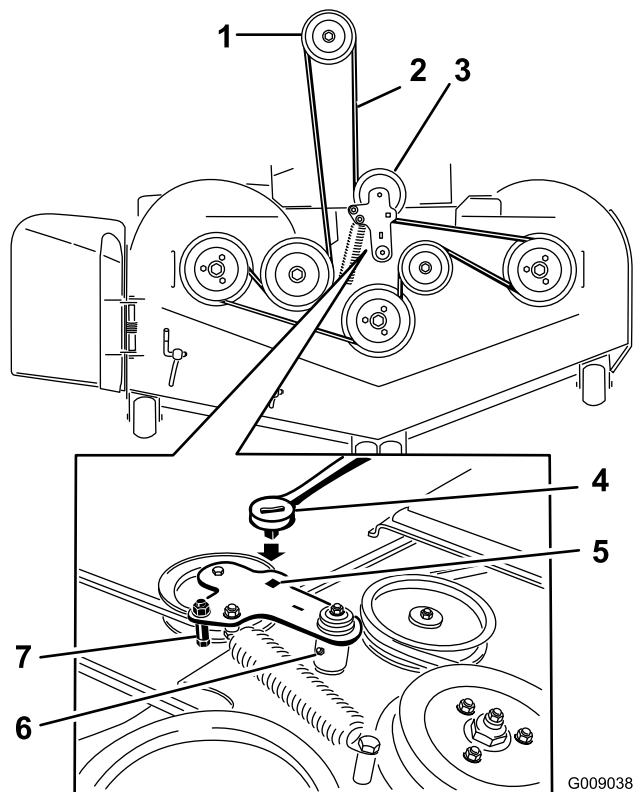

Figure 81
7. Insérez un rochet dans le trou carré du bras de tension pour détendre le ressort de la poulie de tension (Figure 81).
9. Enlevez le guide de courroie situé sur le bras de tension rappelé par ressort ; voir Figure 81.
- Acheminez la courroie neuve autour des poulies du plateau de coupe et de la poulie d'embrayage, sous le moteur (Figure 81).
- Montez le guide de courroie sur le bras de tension ; voir Figure 81.
- Insérez le rochet dans le trou carré et montez le ressort de la poulie de tension (Figure 81).